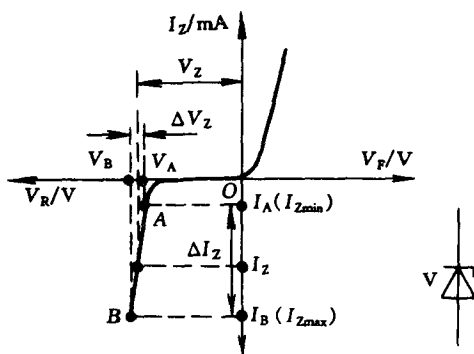

图 1-7 硅稳压管的伏安特性
(2) 二极管与稳压管的区别 稳压管是特殊的二极管,通过工艺上的处理,可使该管在其反向电流小于其最大允许值的条件下,当反向电压增大到击穿电压时,管子仅发生电击穿而不发生热击穿,故而不会被损坏。且在击穿区内,反向电流变化较大,但管子两端电压的变化却较小,这也是稳压管之所以能稳压的原因。如图1-7所示。稳压管的其他特性与普通二极管并没有本质的区别。由于在讲稳压电路时,会具体地介绍稳压管的知识,所以在讲二极管的伏安特性时,可只作一下铺垫,说明电击穿与热击穿的区别,是在于其使用条件的要求不同。